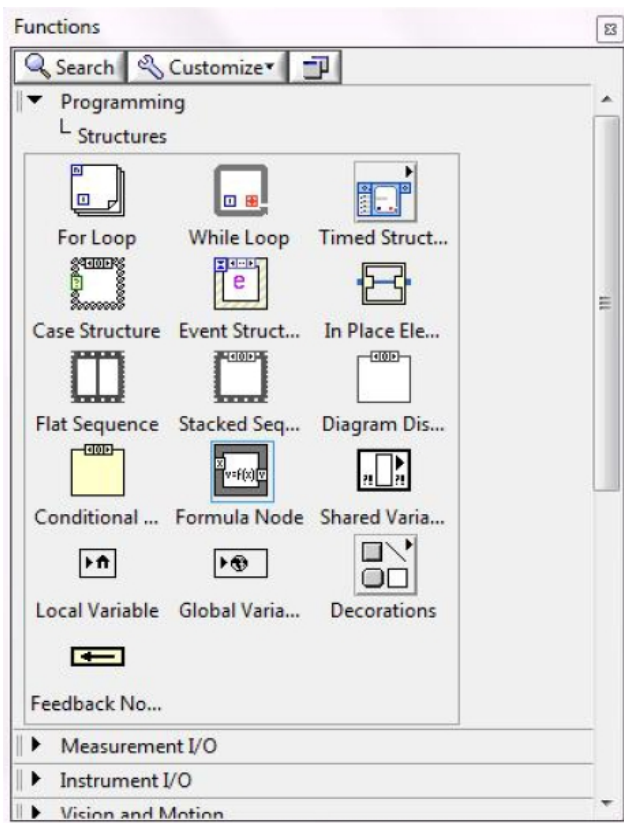

Рис. 8.
6. Виберіть і розмістіть на поле блок-діаграми: For Loop і While loop, а також додатково в кожному з циклів Formula Node (рис. 8).